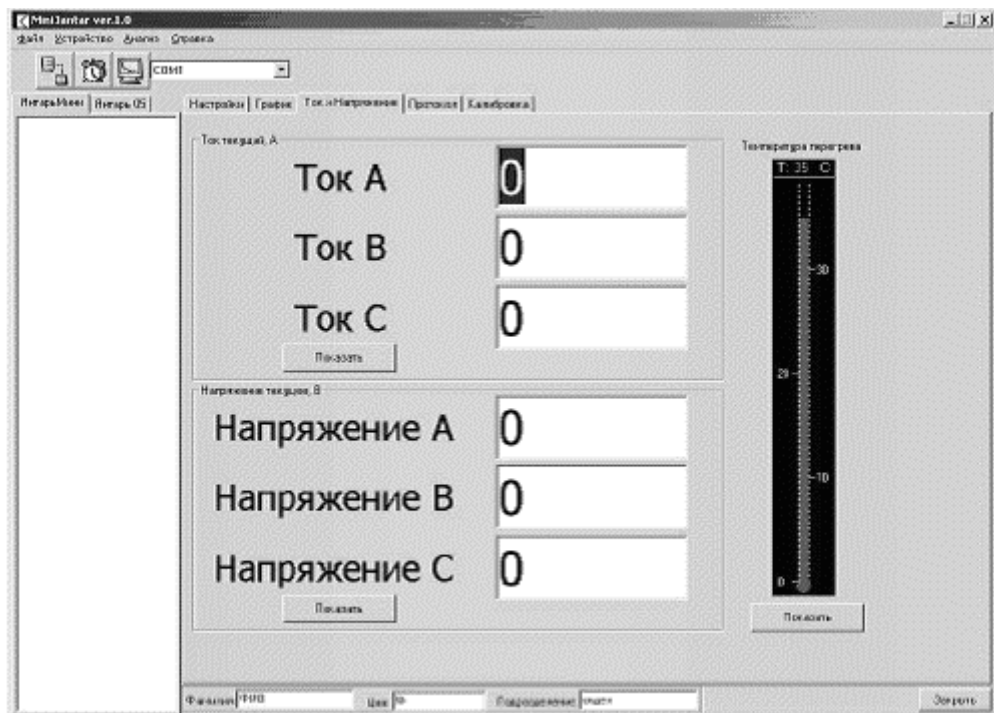

Рисунок 3 – Окно просмотра текущих значений
2.3.2 Контроль текущих значений фазных токов и напряжений, а также расчетной температуры обмоток электроустановки (если включена функция защиты по перегреву (МТЗ с ТВЗ)) осуществляется с помощью пульта управления и индикации или с помощью сервисной программы (рис. 3).